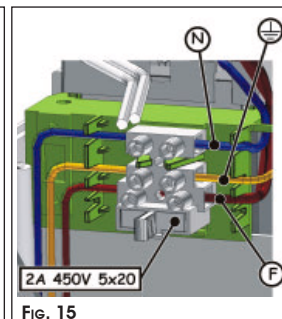

Fig. 15
- ② Collegare il cavo di alimentazione, come indicato in Fig.15. È necessario collegare anche il filo di massa a terra. Assicurarsi il corretto inserimento dei fili del cavo d'alimentazione nell'apposito "pettine" per il loro bloccaggio Fig.15.